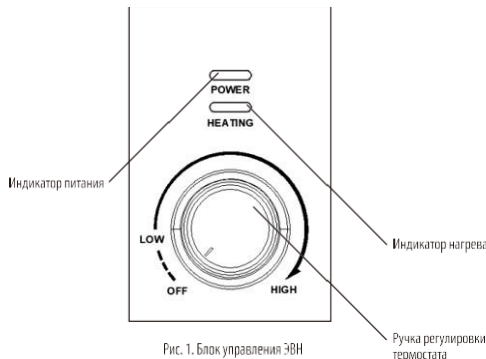

Рис. 1. Блок управления ЗВН
Нагрев воды в баке производится с помощью трубчатых электронагревателей (ТЭНов). ТЭНы управляются термостатом, который имеет плавную регулировку температуры (до +75°C) и автоматическое ее поддержание на уровне, установленном пользователем. Температура нагрева воды задается посредством ручки регулировки температуры, расположенной на панели управления (Рис. 1). Поворот рукоятки по часовой стрелке приводит к увеличению температуры воды, против часовой стрелки - к уменьшению.
3. Установить температуру нагрева воды с помощью терморегулятора. (Рис. 1)